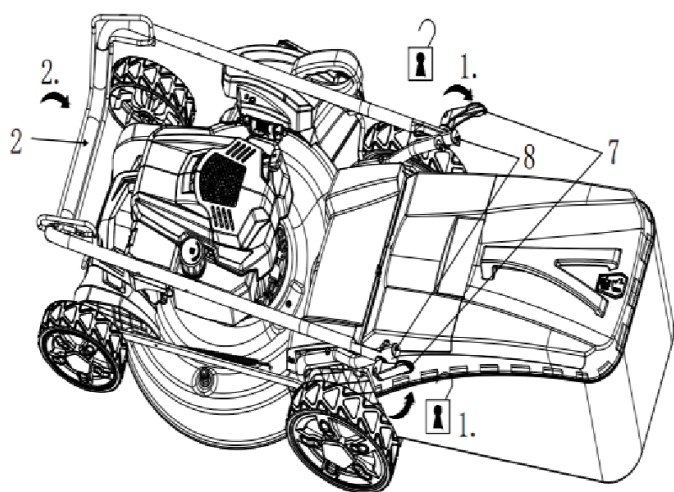

Рис. 1
2. Разверните два зажимных рычага (7), чтобы освободить верхнюю часть ручки (2) (см. рис. 1, пункт 1).
3. Разверните верхнюю часть ручки (2) (см. рис. 1, пункт 2), чтобы совместить ее с нижними частями (8), затем установите верхнюю часть ручки (2) в нужном положении. Убедитесь, что рукоятка (2) с рычагом тормоза (3) обращена вверх.